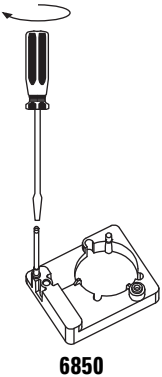

图 17 安装固定柱 (6850 GC)
- **6850 系列 GC。** 装入进样口安装支架中。松开进样口螺丝，安装固定柱，然后拧紧螺丝。必须一直向下旋转固定柱（图 17）。